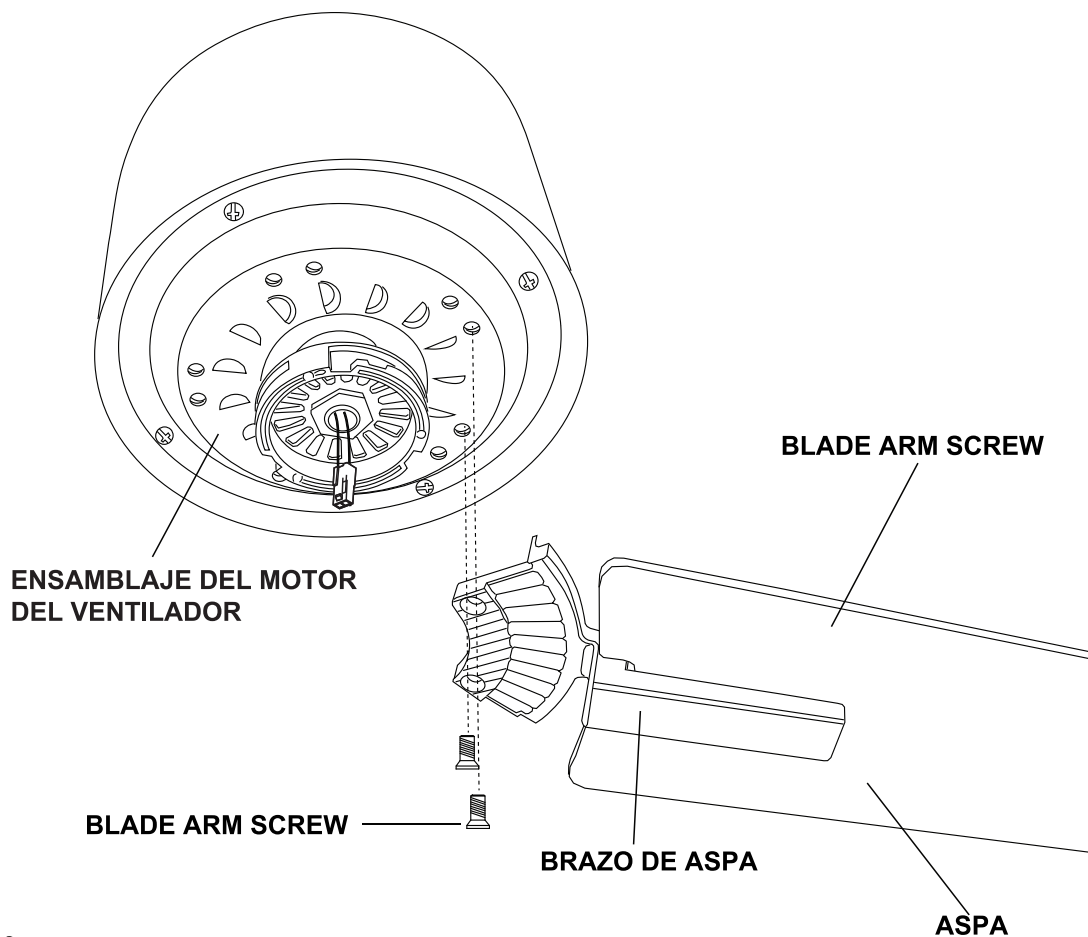

FIG. 16
Paso 1. Apriete el ensamblaje de las aspas en la parte inferior del ensamblaje del motor del ventilador usando los dos tornillos del brazo de las aspas. Repita el mismo proceso para los otros ensamblajes de las aspas. (Fig.16)